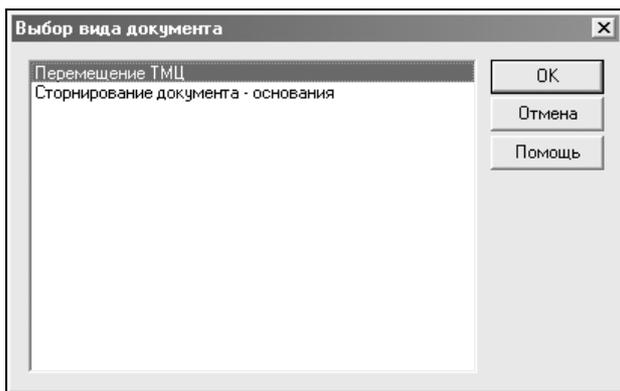

Рис. 6.6. Диалоговое окно **Выбор вида документа**
- Нажмите кнопку **Действия** и выберите из списка пункт **Ввести на основании**. Программа на основании текущего документа сформирует документ **Перемещение**. Этот документ является полезным, когда необходимо быстро переместить оставшиеся товары на розничный склад для реализации их в розницу. В предложенном диалоговом окне нажмите кнопку **ОК** или дважды щелкните мышью на строке **Перемещение ТМЦ** (рис. 6.6).